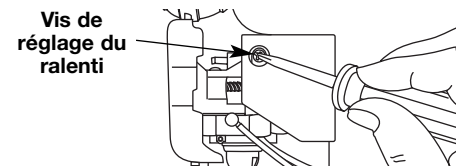

Fig. 31
La vitesse de ralenti du moteur est réglable à l'aide d'une vis de réglage accessible par un trou situé sur le dessus du couvercle du moteur (Fig. 31).
- Relâchez le levier d'accélérateur et laissez le moteur au ralenti. Si le moteur s'arrête, insérez un petit tournevis à embout cruciforme ou à tête plate dans le trou du couvercle du moteur (Fig. 31). Vissez la vis de réglage du ralenti de 1/8 de tour à la fois (selon le besoin) jusqu'à ce que le moteur tourne au ralenti.